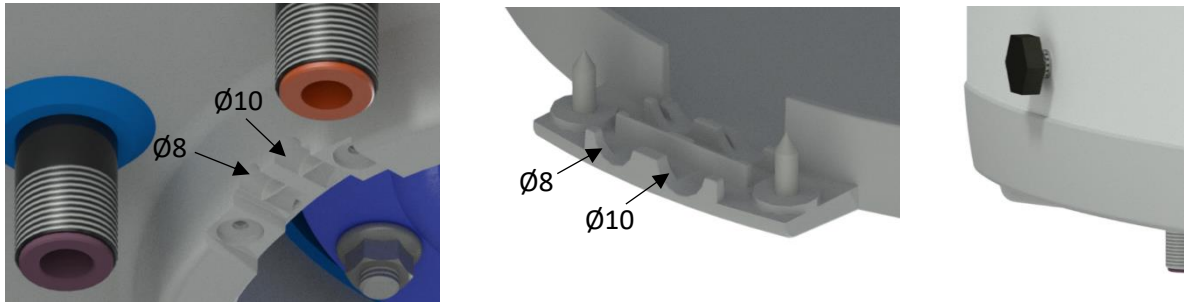
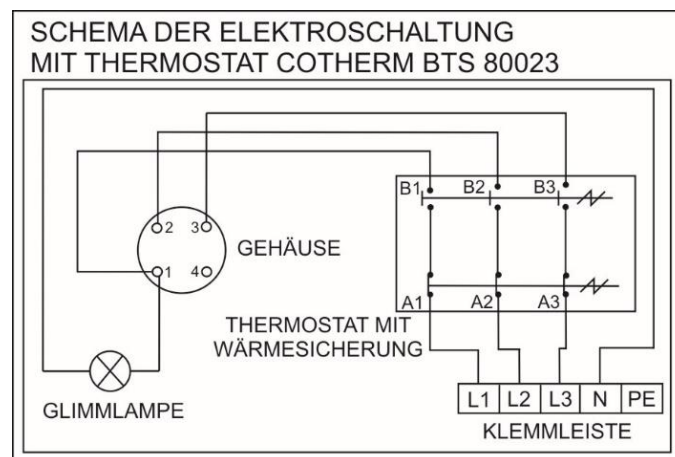

Abbildung 8
Abbildung 9
Der Anschluss ist laut Anschlusschema durchzuführen. Der im Werk vorgenommen Anschluss darf nicht geändert werden! (Abbildung 9). Die Trennwand in der Abdeckung der Elektroinstallation entfernen, die dem Durchmesser des Zuleitungskabels, also $\phi 8$ oder $\phi 10$ (Abbildung 8) entspricht. Die elektrischen Teile des Warmwasserbereiters haben die Schutzklasse IP 45. Der Leistungsbedarf des elektrischen Körpers beträgt 4000 W.
- Das Schema des Elektroanschlusses ist dem Warmwasserbereiter am Gehäuse der Elektroinstallation (Abbildung 9) beigelegt.